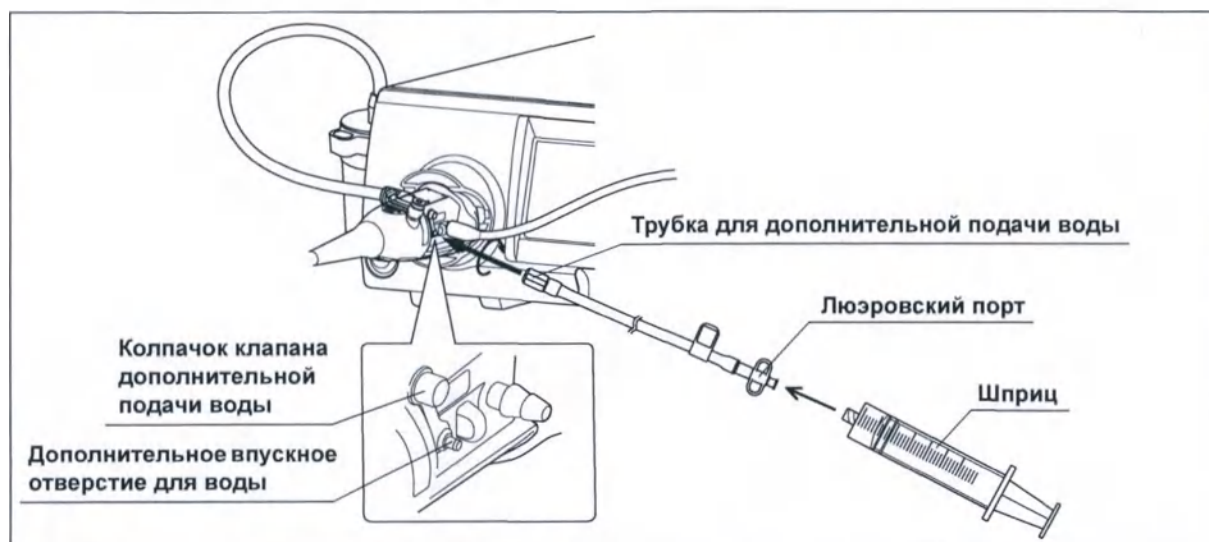

Рисунок 5.7
- 3 Заполните водой и присоедините к люэровскому порту трубки для дополнительной подачи воды чистый шприц объемом 30 мл, промойте канал дополнительной подачи воды, используя 30 мл воды. (См. рис. 5.7)